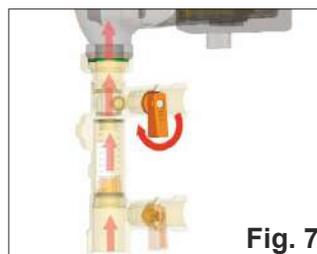

Fig. 7
- Cerrar la válvula de carga (fig. 7), reportar a la posición inicial el tornillo de ajuste (fig. 7) y operar el sistema.